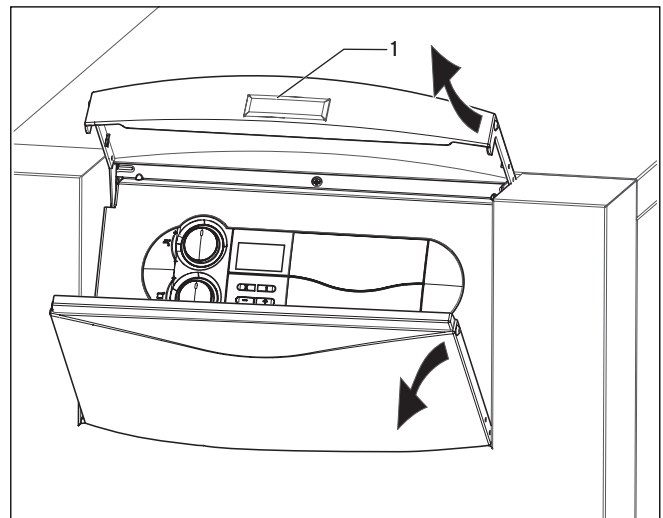

Abb. 5.1 Frontklappe öffnen
- Öffnen Sie die Frontklappe durch Anheben der silbernen Griffleiste (1, Abb. 5.1).